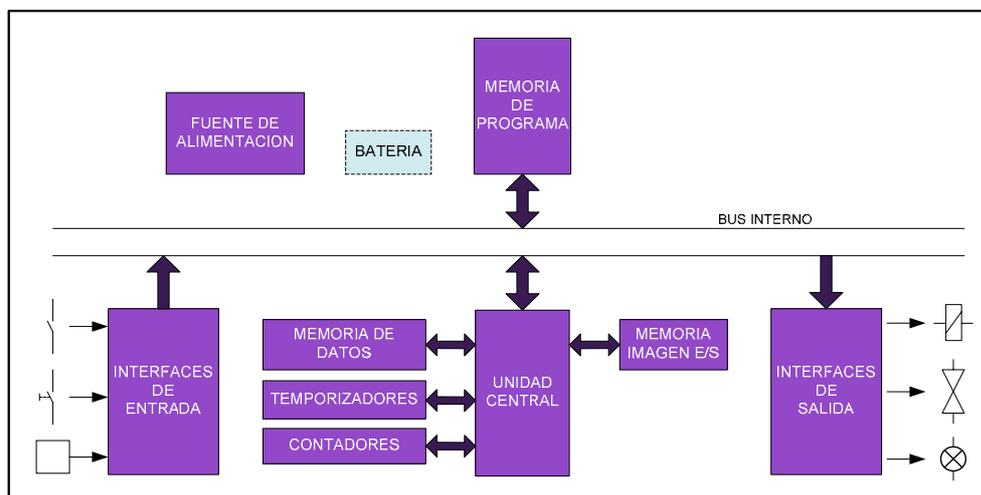

Figura 86: Diagrama de Bloques de un PLC [30]
2.2.1. Controlador lógico programable SIMATIC S7-200 CPU 224 XP. La CPU S7-200 en general es un aparato autónomo y compacto que incorpora una unidad central de procesamiento (CPU), una memoria interna, entradas y salidas digital y análoga, dependiendo del tipo de CPU. En la figura 86 se puede apreciar el diagrama de un PLC y su estructura básica.